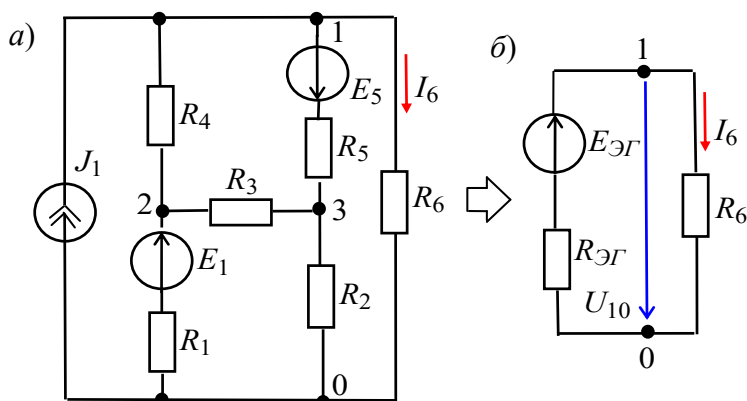
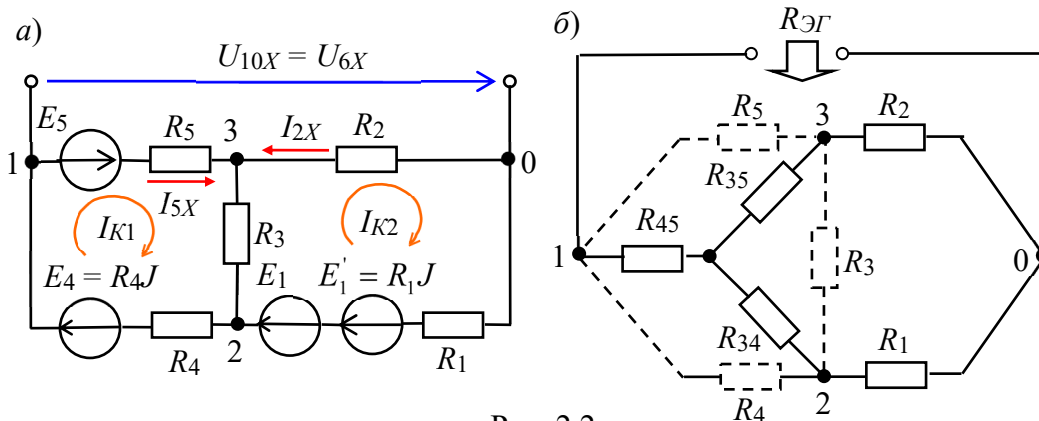

Рис. 2.1
Рис. 2.2
любую сложную линейную электрическую цепь с произвольным числом источников тока и источников напряжения (рис. 2.1, а) можно заменить простой схемой (рис. 2.1, б), состоящей из эквивалентного генератора (ЭГ) с ЭДС  $E_{ЭГ}$  и последовательно соединенного с ним внутреннего сопротивления  $R_{ЭГ}$ ; при этом обе схемы оказываются идентичными по отношению к выходным зажимам 1 и 0, к
Тогда ток  $I_6$  и напряжение  $U_{10} = U_6$  на зажимах 1 и 0 нагрузки (см. рис. 2.1, б) равны:
При теоретических расчётах параметров эквивалентного генератора  $E_{ЭГ}$  и  $R_{ЭГ}$  выбирают метод расчёта схемы с минимально необходимым числом уравнений для нахождения напряжения  $U_{10Х} = E_{ЭГ}$ . Так, для схемы рис. 2.1, в которой источник
тока  $J$  заменён двумя источниками напряжения с параметрами  $E_4 = R_4 J$  и  $E'_1 = R_1 J$  (рис. 2.2, а), при разомкнутой шестой ветви напряжение
Токи  $I_{5X}$  и  $I_{2X}$  определим методом контурных токов (см. рис. 2.2, а):
Для определения сопротивления  $R_{ЭГ}$  вычертим схему без источников энергии (рис. 2.2, б) и определим входное сопротивление по отношению к зажимам 1 и 0, предварительно заменив треугольник сопротивлений  $R_5 - R_4 - R_3$  эквивалентной звездой  $R_{34} - R_{45} - R_{35}$ , сопротивления лучей которой равны:
**Задание 1.** Рассчитать ток в заданной ветви схемы цепи методом эквивалентного генератора. С этой целью **вычертить** схему рис. 2.1 с заданными параметрами и расчётные схемы, подобные рис. 2.2, но относительно заданной ветви, и определить в ней ток  $I_{кр}$ . **Занести** расчётные значения величин  $E_{ЭГ}$ ,  $R_{ЭГ}$  и  $I_{кэ}$  в поля табл. 2.1.